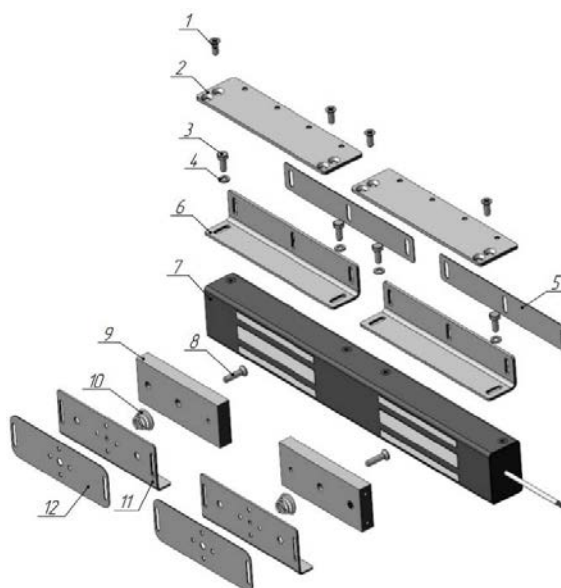

Рис.1 Комплект поставки
5.2.1 Замок состоит из корпусной части, якорной части и комплекта креплений (рис.1). Срабатывание замка происходит при механическом контакте рабочих поверхностей корпуса и якоря, после подачи питающего напряжения. Для обеспечения эксплуатационных характеристик рабочие поверхности корпуса и якоря должны быть совмещены и плотно прилегать друг к другу при закрывании двери. Скорость соударения рабочих поверхностей в процессе закрывания двери не должна превышать 1м/сек, для чего рекомендуется применять доводчик.